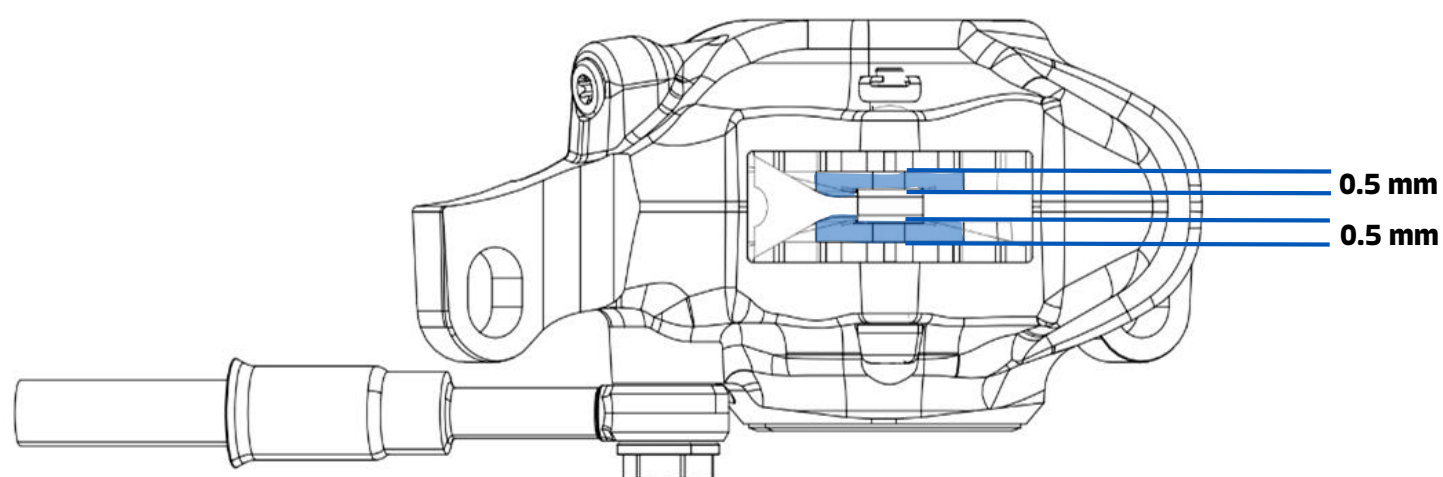

Fig. 7
- Verificar las pastillas y los discos de freno, debe substituir las pastillas cuando quedan menos de 0.5 mm (Fig. 7) y los discos cuando quedan menos de 2.0 mm.